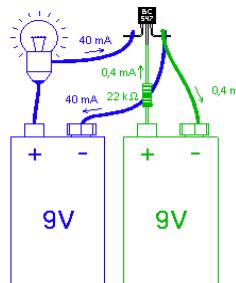

Fig. 3
- Si on envoie un courant de I_B ampères entre B et E, alors le transistor acceptera de laisser passer un courant de $I_C = \beta \cdot I_B$ ampères entre C et E (fig. 3). Dans ce cas-ci, β vaut de l'ordre de 100.